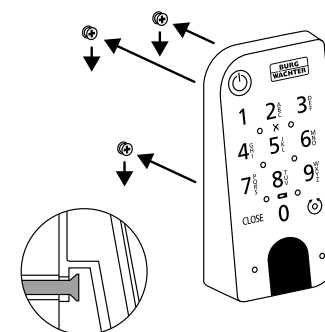

Fig. 4
④ Coloque o teclado sobre as cabeças dos parafusos, como indicado na figura (Fig. 4).